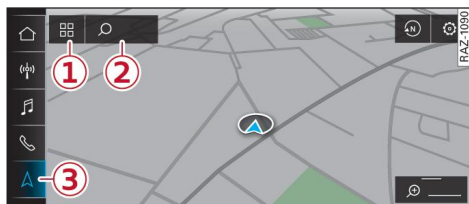

Fig. 136 Recorrido sin iniciar
- Cuando se muestre el mapa, pulse en  ① ⇒ *pág. 219, fig. 136*.